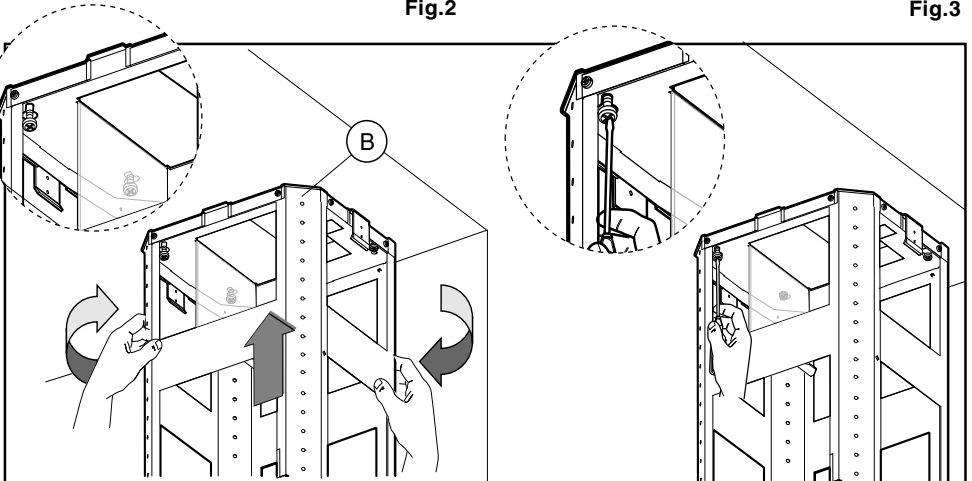

Fig.4
- Tag den øverste del af strukturen **B** (fig.4) og placer den mod de 3 ikke helt fastskruede skruer i overensstemmelse med de 3 huller.
Drej en lille smule, til den er fastgjort (fig. 4).